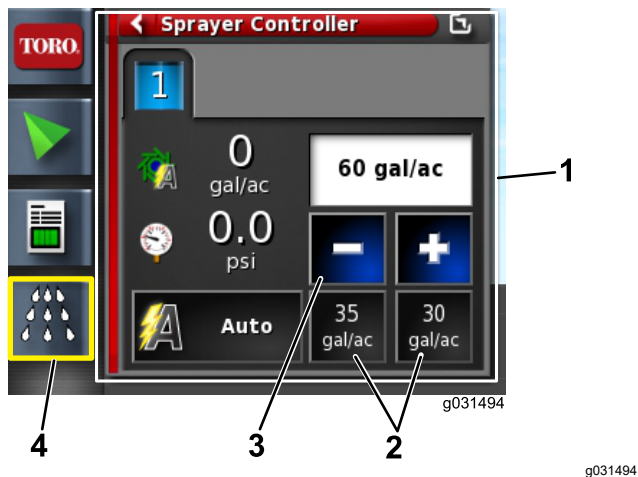

Bild 67
4. Wenn die Dosierung falsch ist, erhöhen Sie die Dosierung mit den vorab eingestellten Dosierungen oder wählen Sie die aktuelle Dosierung und geben die Dosierung manuell ein (Bild 67).